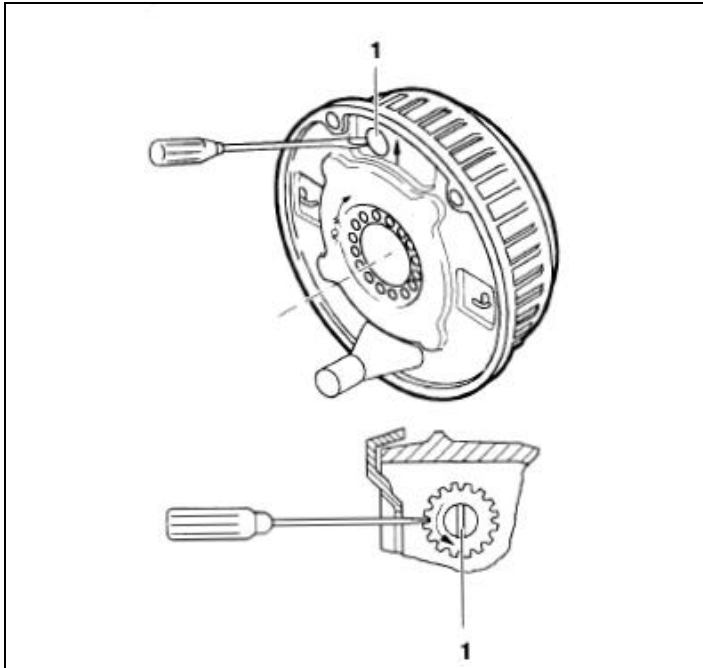

Abbildung 9.6 – Einstell-Rändelrad
5. Drehen Sie das Rad vorwärts (nie nach hinten) und verstellen Sie dabei das Rändelrad mit Hilfe eines Schraubendrehers in der auf der Auflageplatte angegebenen Pfeilrichtung, bis Sie beim Drehen des Rades einen Widerstand spüren. (Abbildung 9.6).
6. Lösen Sie das Einstell-Rändelrad bis sich das Rad wieder frei vorwärts drehen lässt. (Abbildung 9.6).